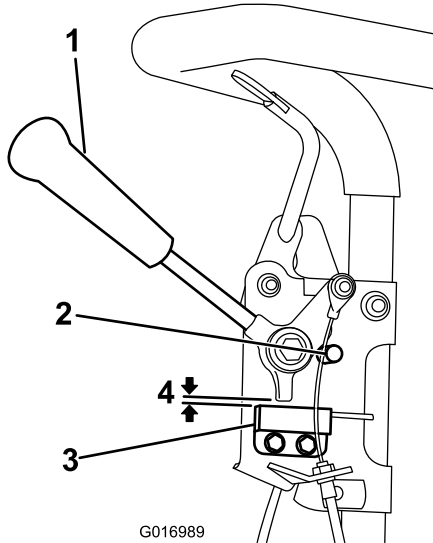

図 29
1. エンジン停止、走行レバーが解除されてニュートラルストップにあることを確認する図 29。
2. スイッチ図 29を固定しているネジをゆるめる。
3. 走行レバーとスイッチ図 29の間に0.813mmのすきまゲージをはさむ